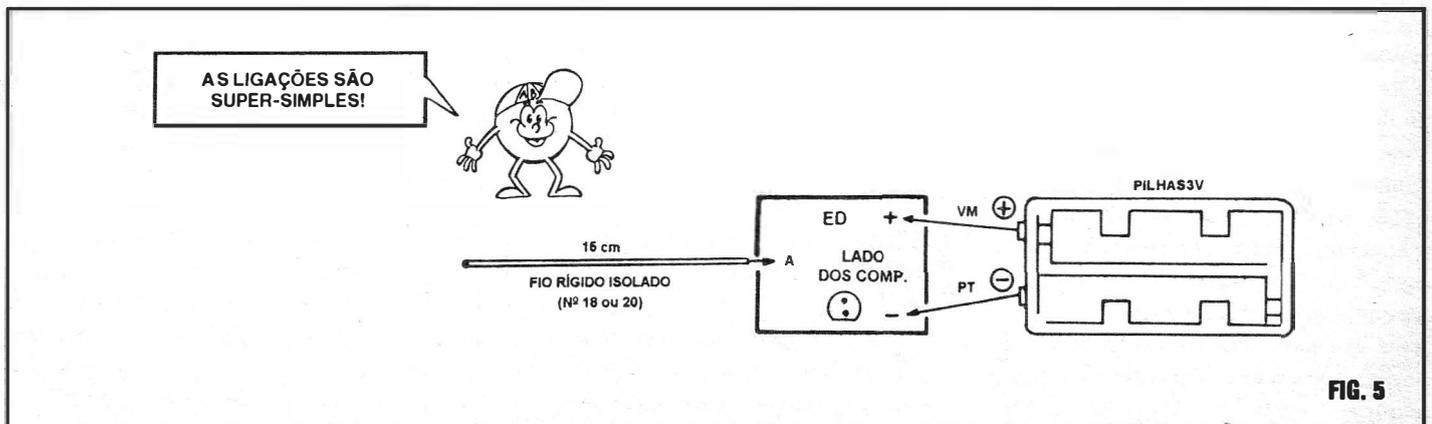

FIG. 5
- FIG. 5 - “CONEXÕES EXTERNAS À PLACA” - Também super-simples (como o próprio circuito...), basta aproveitar as ilhas periféricas já mencionadas no item anterior, e referenciar as ligações pela ilustração (que ainda mostra a plaquinha pelo lado não cobreado...). Observar a polaridade da alimentação, sempre com o fio vermelho do suporte de pilhas correspondendo ao positivo e o fio preto ao negativo. Quanto à “antena”, o pedaço de fio rígido isolado pode ser, numa das suas extremidades, ligado diretamente à placa, bastando para isso “desencapar” cerca de 1 cm. (remover o isolamento) na referida ponta do condutor. Como o circuito é (propositalmente) muito sensível, mas ainda se recomenda a velha “ladainha”: manter toda a fiação (no caso apenas os cabos que vão ao suporte de pilhas) tão curta quanto possível, sem “penduricalhos”...
(em termos energéticos...) "insistam" em dotar o circuito de um interruptor geral... Pode colocá-lo, se quiserem, intercalando-o no fio do **positivo** (vermelho) da alimentação (rever fig. 5).